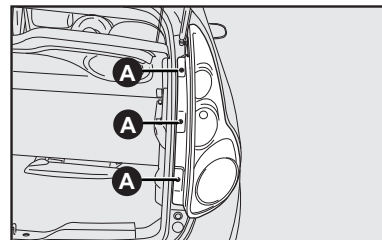

fig. 21
- Retirar os três parafusos de fixação da lanterna **A-fig. 21** e puxá-la para desencaixá-la dos pinos;
- Recolocar os parafusos **A-fig. 21** de fixação da lanterna.